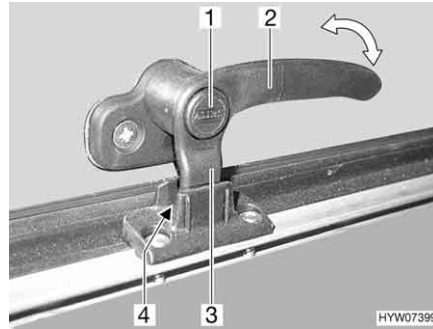
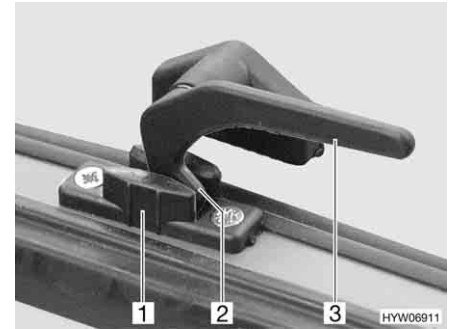

Fig. 76 Levier de verrouillage avec bouton de sécurité en position "Aération permanente"
Fig. 77 Levier de verrouillage en position "Aération permanente"
- En position "Aération permanente" (Fig. 76 et Fig. 77)
- S'il existe, appuyer sur le bouton de sécurité (Fig. 76,1) et le maintenir enfoncé.
- Tourner le levier de verrouillage (Fig. 76,2 ou Fig. 77,3) d'un quart de tour vers le centre de la fenêtre.
- Remettre le levier de verrouillage en position initiale. Le tenon de verrouillage (Fig. 76,3 ou Fig. 77,2) du levier de verrouillage doit pénétrer alors dans le logement prévu à cet effet dans le verrouillage de fenêtre (Fig. 76,4 ou Fig. 77,1).
- Relâcher le bouton de sécurité (Fig. 76,1).